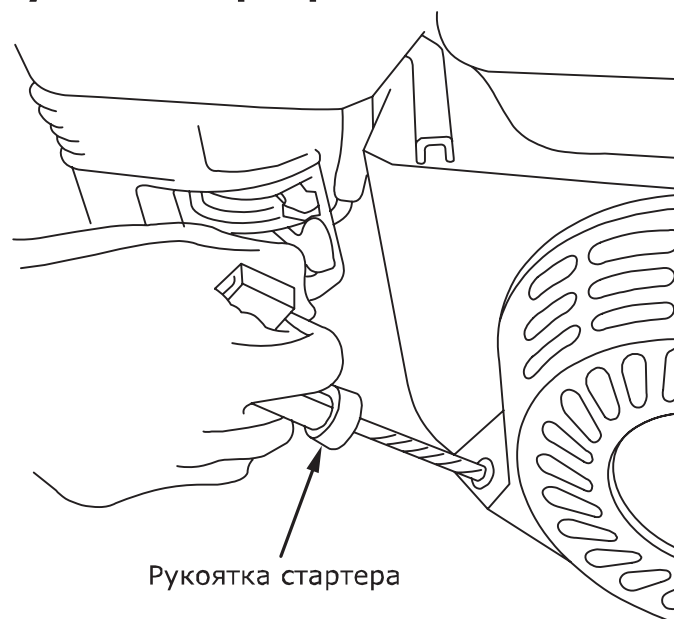

Рис.13
- Запустите двигатель. Будьте внимательны! При вытягивании шнура стартера шнур может создавать отдачу. Возьмитесь за ручку шнура стартера. Медленно потяните шнур до возникновения сопротивления со стороны двигателя. Не допуская возврата ручки обратно продолжайте быстро тянуть ручку на полный взмах руки. Медленно (с натягом шнура) верните ручку в начальное положение (рис. 13). Резкое отпускание ручки шнура стартера приводит к механическому повреждению стартера, что рассматривается как негарантийный случай.